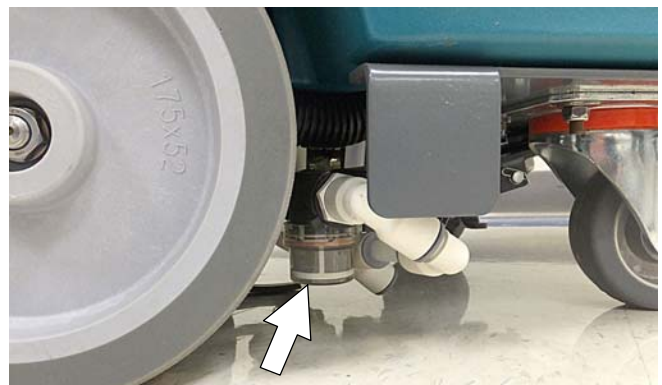

ABB. 96
2. Entleeren Sie das Wasser aus dem Filter des Lösungstanks, der sich unter der Maschine befindet. Filter austauschen. (Siehe Abbildung 96).